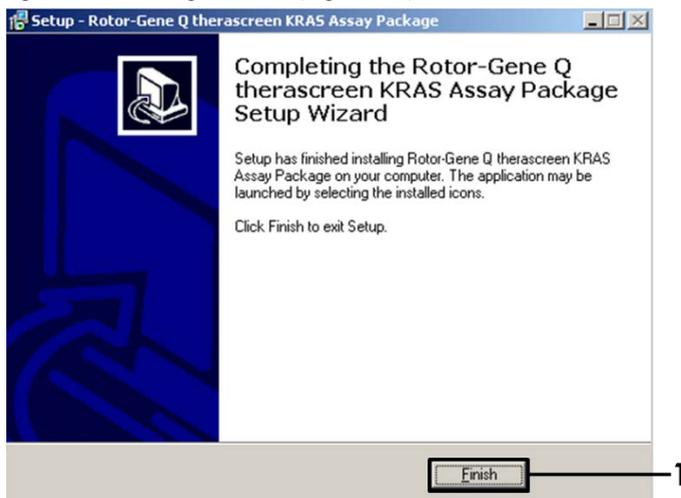

Figura 41. Completamento della procedura guidata.
6. Nella finestra finale Setup (Impostazione), fare clic su Finish (Fine) per chiudere la procedura guidata di configurazione (Figura 41).